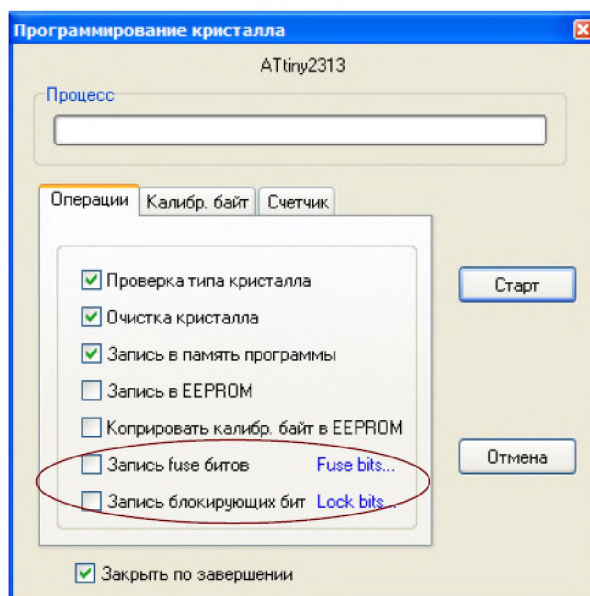

Рис. 4.2
10. «Прошить» тестовую программу в кристалл. Для этого нажать кнопку «ЗАПУСК С КРИСТАЛЛОМ», при этом откроется диалог программирования кристалла рис. 4.2. **Перед прошивкой следует нажать кнопку с фиксацией #RESET# на учебном приборе.**
11. Перед нажатием кнопки «СТАРТ» следует внимательно проверить положения флажков установки программатора рис. 4.2. **Особенно внимательно следует отнестись к опциям #ЗАПИСЬ Fuse bit# и #ЗАПИСЬ блокирующих бит#. ФЛАЖКИ ЭТИХ ОПЦИЙ ОБЯЗАТЕЛЬНО ДОЛЖНЫ БЫТЬ СНЯТЫ, Т. К. НЕ ПРАВИЛЬНО ПРОШИТЫЕ FUSE БИТЫ МОГУТ ПРИВЕСТИ К ДАЛЬНЕЙШЕЙ НЕВОЗМОЖНОСТИ РАБОТЫ С ДАННЫМИ КРОКОНТРОЛЛЕРОМ!**